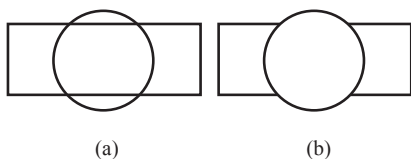

图 1-42 修剪命令
(1)修剪(TRIM)。修剪命令是指以某一对象作为剪切边修剪其他对象。如图 1-42 所示,以圆为剪切边,圆中的两直线段是要修剪的对象。作为剪切边的对象包括直线、射线、构造线、圆弧、椭圆、椭圆弧、多段线及样条曲线等。剪切边也可以同时作为被剪边。如果按下 Shift 键,同时选择与修剪边不相交的对象,修剪边将变为延伸边界,将选择的对象延伸到与修剪边界相交。